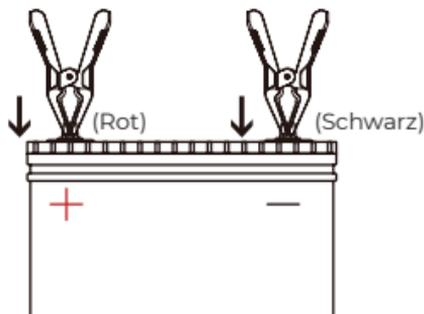

Abbildung 4.1.6
**Verbinden Sie die Klemmen mit den Batterieklemmen (siehe Abbildung 4.1.6)**